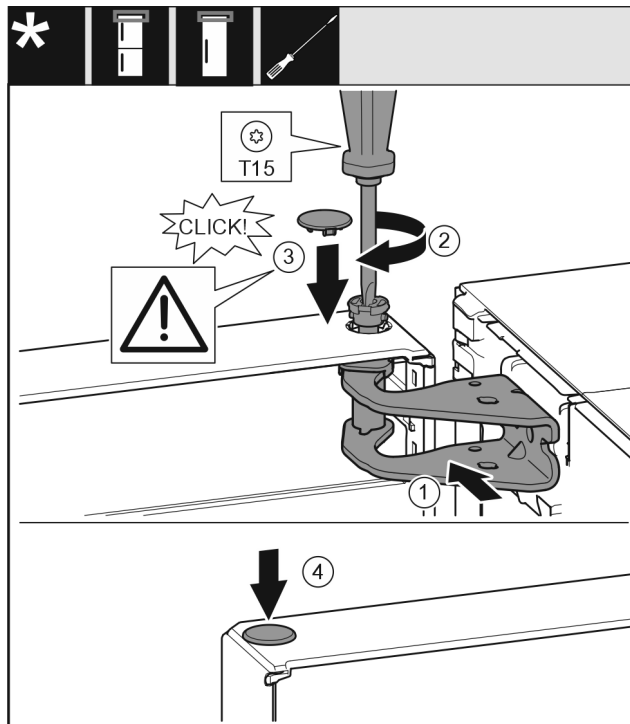

Fig. 20
- ▶ Wyrównać drzwi u góry względem otworu w płytce zawiasu. Fig. 20 (1)
- ▶ Założyć sworzeń i dokręcić śrubokrętem T15. Fig. 20 (2)
- ▶ Zamontować osłonę bezpieczeństwa w celu zabezpieczenia drzwi: Włożyć osłonę zabezpieczającą i sprawdzić, czy przylega ona do drzwi. Ponadto założyć cały sworzeń. Fig. 20 (3)
- ▶ Założyć zatyczkę. Fig. 20 (4)